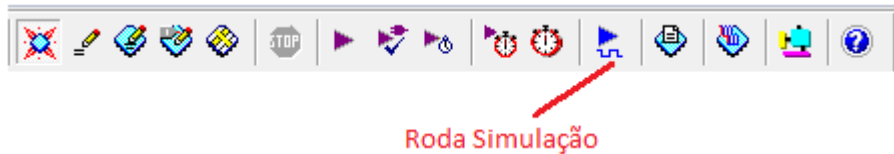

Figura 10 - Botão para iniciar a simulação no Simulador do Quartus^(R) II 9.1.
3. Através da régua de ferramentas, conforme indicado na figura 10:
Caso a simulação tenha sido iniciada a partir do menu (caminho 1) ou pressionando-se o botão em destaque na figura 10 (caminho 3), então poderemos visualizar os relatórios (inclusive a carta de tempos) executando a sequência de comandos: **Processing -> Simulation Report**, ou pelo atalho [**Ctrl+Shift+R**].
A figura 10 mostra o botão da barra de ferramentas usado para executar a simulação.